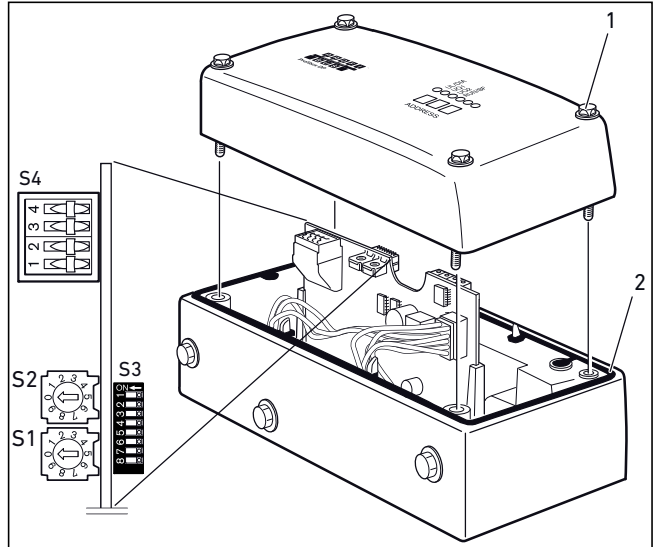

Fig. 4 : Enlever/visser le couvercle du le coupleur de bus
Tous ces paramétrages sont effectués sur les commutateurs situés sous le couvercle du coupleur de bus. Les positions de commutateurs sont représentées dans la fig. 4 ci-après.
1. Enlever le couvercle du coupleur de bus en détachant les quatre vis (1).
3. Revisser soigneusement le couvercle comme représenté dans la fig. 4 ci-après. S'assurer de la bonne position du joint (2). Serrer les vis (1) selon un couple de 1,0 à 1,2 Nm.